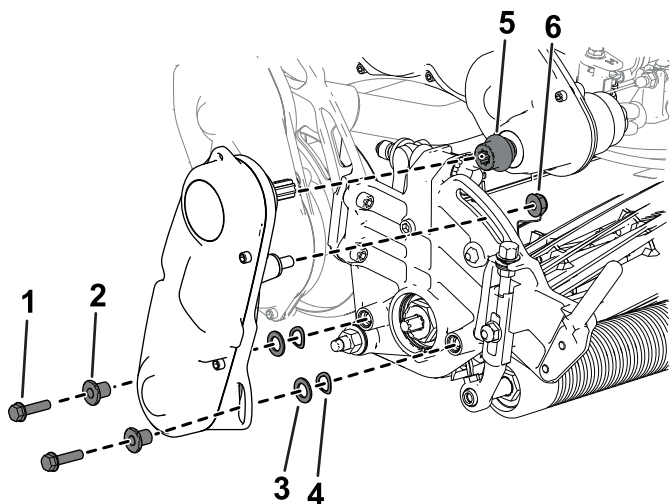

图 33
6. 使用先前卸下的内六角螺丝、垫圈和隔片将滚刀驱动总成固定到滚刀组侧板上图 33。
确保滚刀驱动总成驱动轴安装在变速箱驱动轴联轴器上图 33。